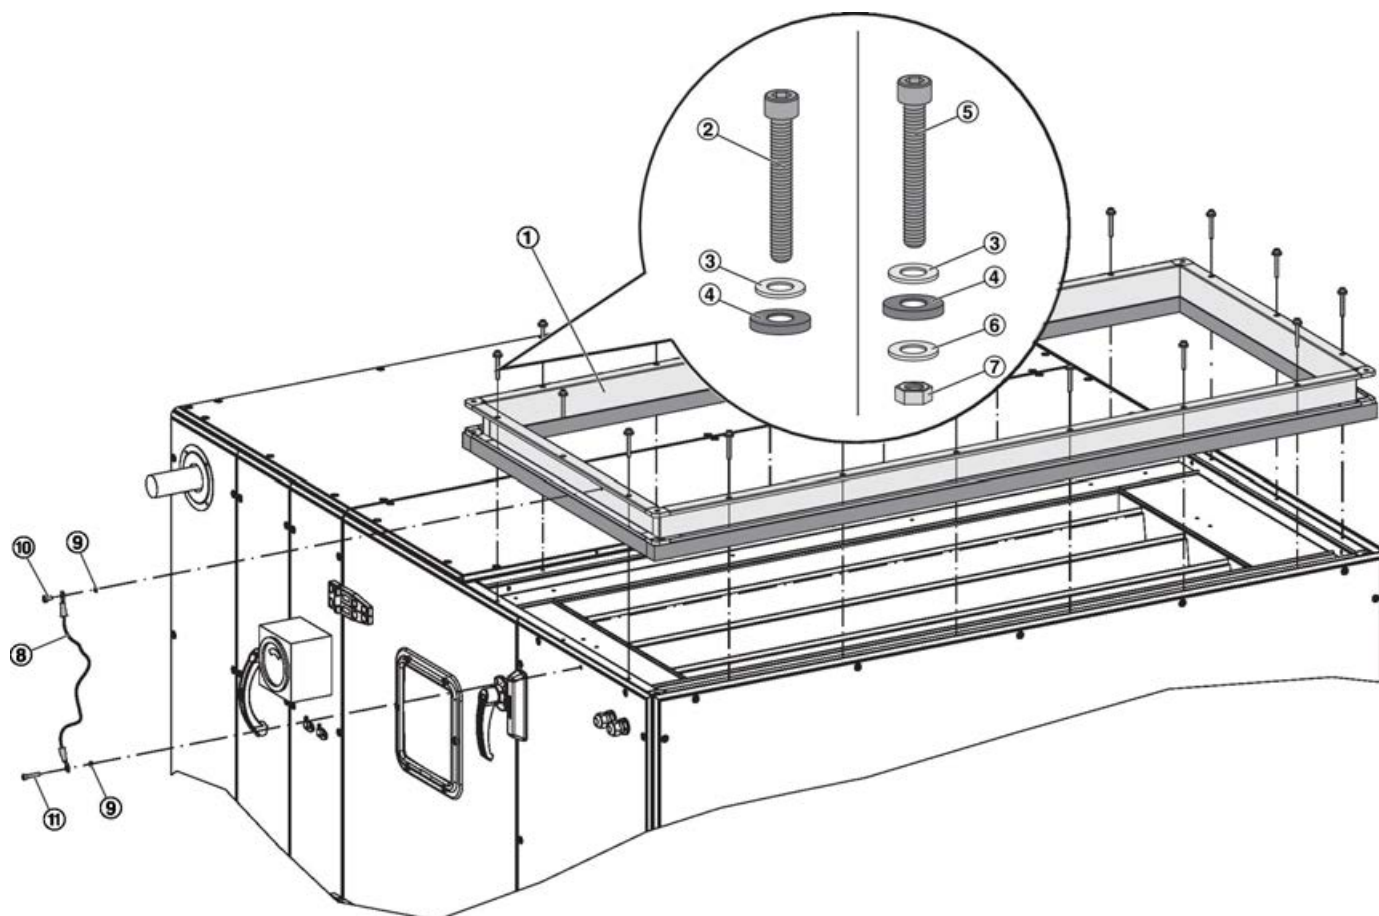

Abb. 17: Dämmstutzen montieren
⑩	Linsenkopfschraube M6 × 12	M852AC6
⑪	Zylinderkopfschraube M6 × 30	M852AC4
- 1 ▶ Dämmstutzen (Abb. 17 /1) mit Dichtung zum RLT-Gerät mit gewindefurchenden Schrauben (Abb. 17 /2) und Gummidichtringen (Abb. 17 /4) und Unterlegscheiben (Abb. 17 /3) befestigen.
Bei Montage an einer Jalousieklappe, den Dämmstutzen mit den im Lieferumfang enthaltenen Zylinderkopfschrauben (Abb. 17 /5) mit Gummidichtringen (Abb. 17 /4), Unterlegscheiben (Abb. 17 /3 und 6) und Muttern (Abb. 17 /7) befestigen.
- 2 ▶ Die 1. Öse des Erdungskabels (Abb. 17 /8) mit einer Linsenkopfschraube M6 × 12 (Abb. 17 /10) und Fächerscheibe (Abb. 17 /9) am Dämmstutzen befestigen.
- 3 ▶ Die 2. Öse des Erdungskabels mit Zylinderkopfschraube M6 × 30 (Abb. 17 /11) und Fächerscheibe durch das Panelblech am Gestell des RLT-Gerätes befestigen.